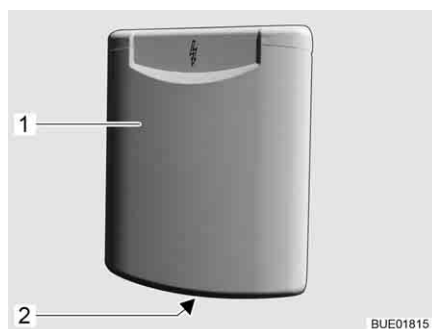

Bild 69 Druckschloss Serviceklappe
- Schlüssel in Schließzylinder des abschließbaren Druckschlusses (Bild 69,1) stecken und eine viertel Umdrehung drehen. Das Druckschloss ist entriegelt.
- Schlüssel in Schließzylinder des abschließbaren Druckschlusses (Bild 69,1) stecken und eine viertel Umdrehung drehen. Das Druckschloss ist verriegelt.